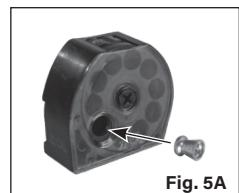

Fig. 5A
- Inserte el perdigón empezando por la cabeza en la parte delantera del cargador (Fig. 5A).Asegúrese de que el perdigón no sobresalga por la parte posterior del cargador.En caso de que el perdigón sobresalga, simplemente empújelo hacia adentro.